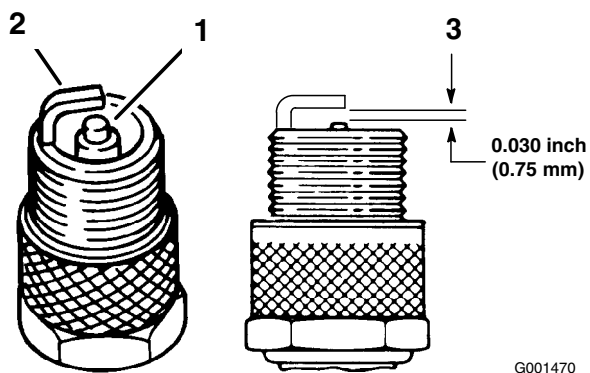

Figure 29
3. Contrôlez l'écartement entre l'électrode centrale et l'électrode latérale (Figure 29). Courbez l'électrode latérale (Figure 29) si l'écartement est incorrect.
3. Connectez les bougies (Figure 29).
1. Examinez le centre des bougies (Figure 29). Si le bec de l'isolateur est recouvert d'un léger dépôt gris ou brun, le moteur fonctionne correctement. S'il est couvert d'un dépôt noir, c'est généralement signe que le filtre à air est encrassé.